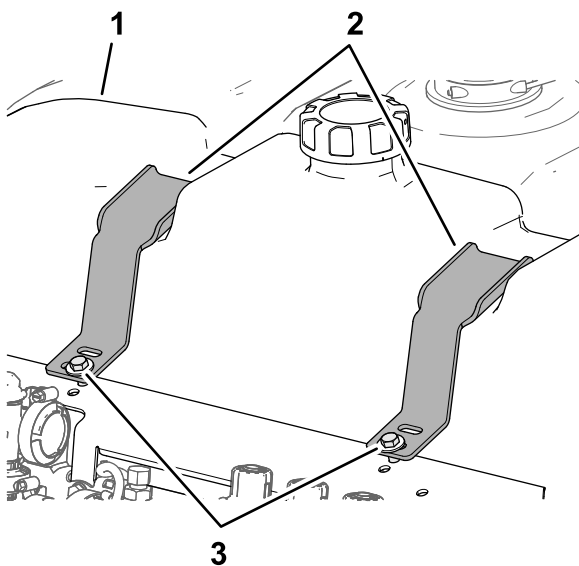

Figura 42
1. Riempite di acqua pulita il serbatoio di lavaggio (Figura 42).
2. Verificate il gioco tra gli ancoraggi e il serbatoio di lavaggio (Figura 42).
3. Se rilevate del gioco tra gli ancoraggi e il serbatoio di lavaggio, serrate il bullone (o bulloni) e il dado (o dadi) di bloccaggio flangiato fino a quando gli ancoraggi non sono comodamente in sede contro il serbatoio di lavaggio (Figura 42).